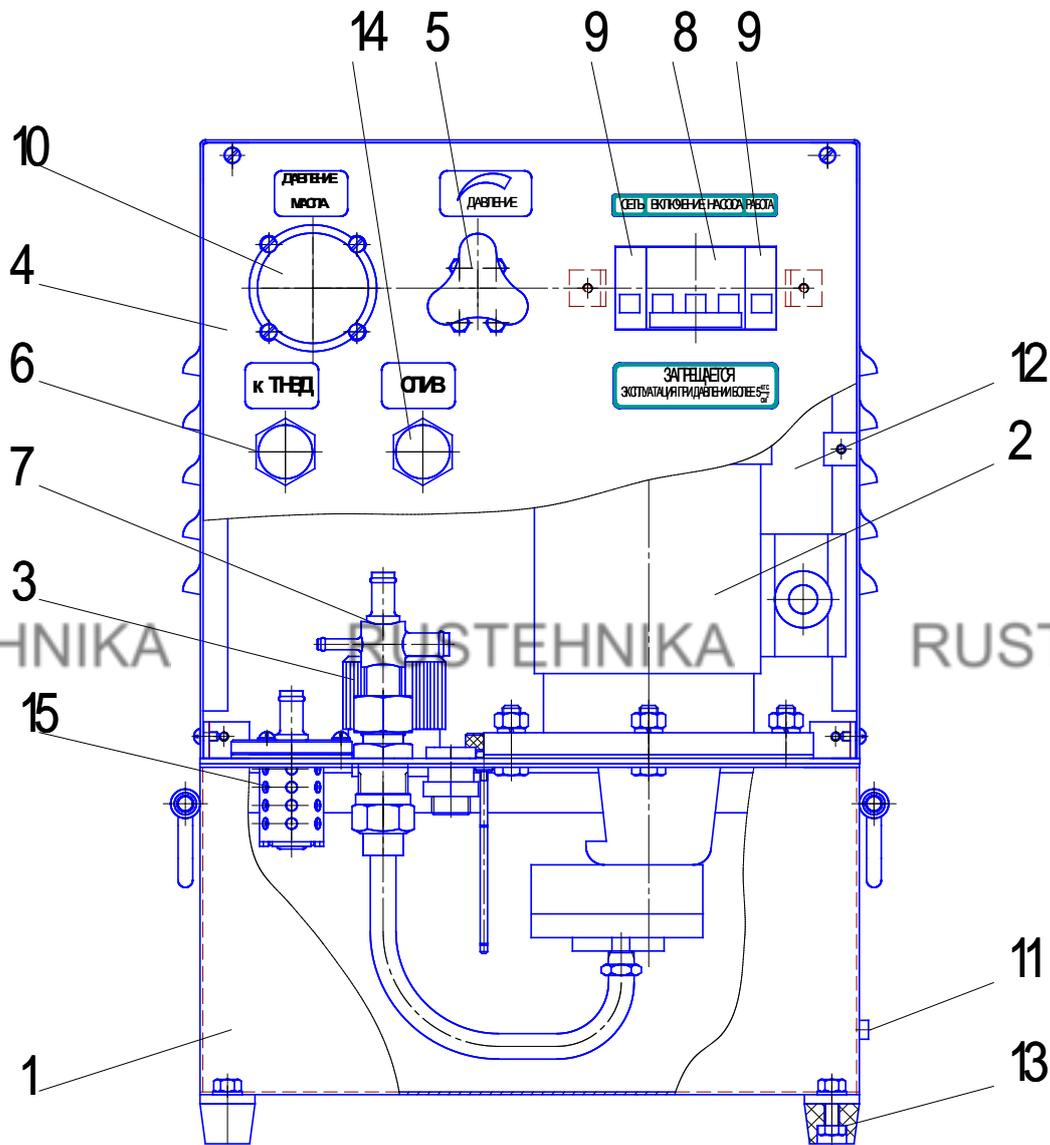

Рис. 1 Станция смазки ТНВД
1.1.1 Станция смазки (рис.1) предназначена: для обеспечения условий смазки при испытании ТНВД с циркуляционной системой смазки.
Станция смазки (рис. 1) состоит из:
Станция должна быть заземлена с помощью наконечника и болта 11 (рис.1), обозначенного специальным знаком.
- удалить транспортные заглушки и ниппели с штуцеров 6 и 14 (рис. 1);
- открыть дроссель 5 (рис.1);
3.1 Проверять уровень масла в баке, при необходимости доливать масло через горловину до уровня по маслоуказателю. Периодически проверять систему подачи масла на герметичность визуально, промывать фильтр 15 (рис. 1).